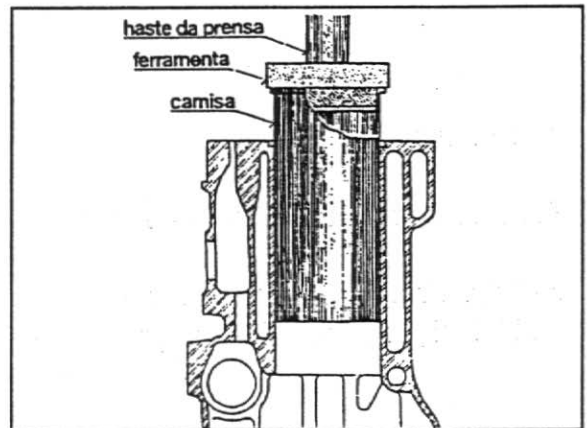

Fig. 11
3. Instale a nova camisa utilizando a ferramenta nº 81 30 410 e uma prensa, fig. 11.